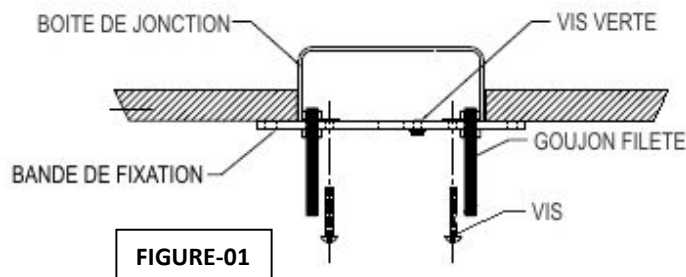

FIGURE-01
1. Fixer la bande de fixation à la boîte de jonction. (La vis verte doit se trouver en face du plancher). Placer la bande de fixation sur la boîte de jonction et la fixer à l'aide de la vis à tête ronde. (Voir FIGURE-01).